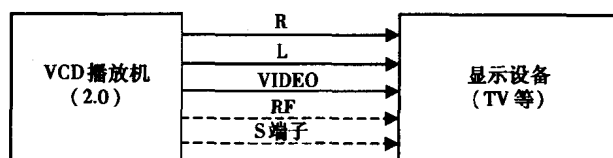

图 1.1 VCD 光盘播放机与显示设备的连接
(1) VCD 光盘播放机(2.0 版)与显示设备(电视机、监视器等)的连接如图 1.1 所示。